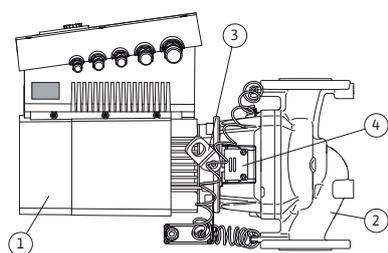

Fig. 10: Pompa completa
La caratteristica specifica della serie Stratos GIGA è rappresentata dal mantello di raffreddamento del motore. La corrente d'aria viene convogliata in modo ottimale attraverso la presa d'aria del ventilatore (Fig. 10, pos. 1) per il raffreddamento del motore e del modulo elettronico.
(Fig. 10, pos. 2) mostra il corpo pompa con una guida apposita della lanterna per lo scarico del girante.
Gli occhioni di trasporto (Fig. 10, pos. 3) devono essere utilizzati come indicato nel capitolo 3 "Trasporto e magazzinaggio" a pagina 73 e nel capitolo 10 "Manutenzione" a pagina 118.
La finestra coperta dalla lamiera di protezione (Fig. 10, pos. 4) nella lanterna viene utilizzata per le operazioni di manutenzione come descritto nel capitolo 10 "Manutenzione" a pagina 118. La finestra può essere utilizzata anche per il controllo delle perdite seguendo le disposizioni di sicurezza del capitolo 9 "Messa in servizio" a pagina 114 e del capitolo 10 "Manutenzione" a pagina 118.